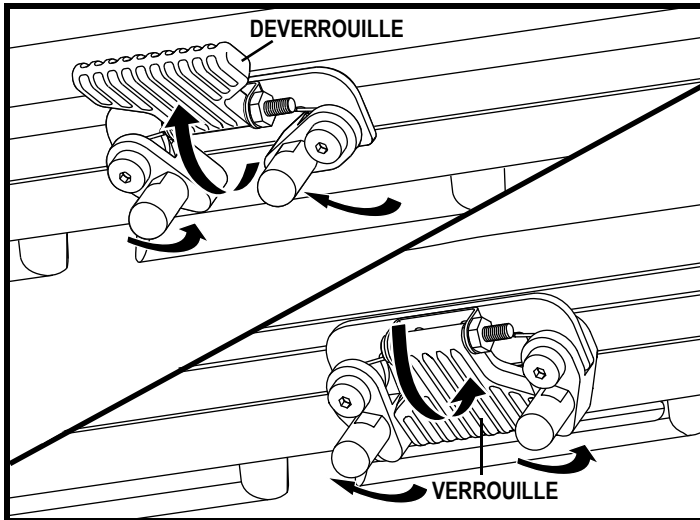

Figure 15. Loquet de sécurité
3. Basculez le loquet vers le bas. **Voir la figure 15.**